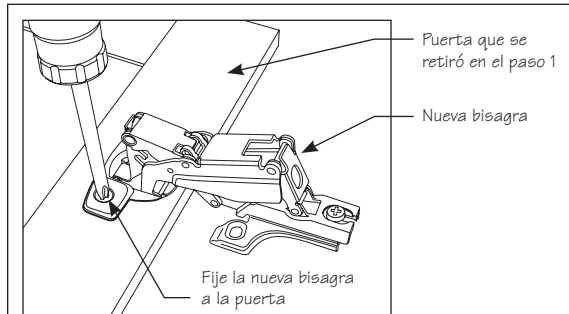

Figura 3
- 3** Use los tornillos de fijación que se retiraron en el paso 2 y fije la nueva bisagra a la puerta. Consulte la figura 3.